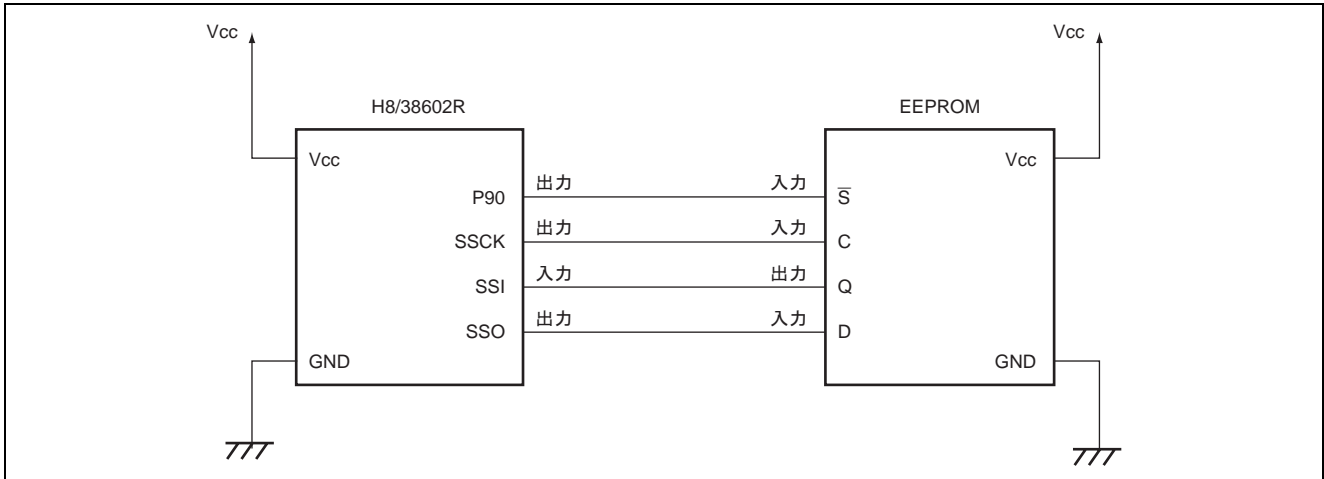

図 1 SSU の 4 線式バス通信モードの接続図
- 図 1 に示すように、H8/38602R の SSU の 4 線式バス通信モードにより、EEPROM との通信を行います。ただし、SCS 端子を P90 として使用します。